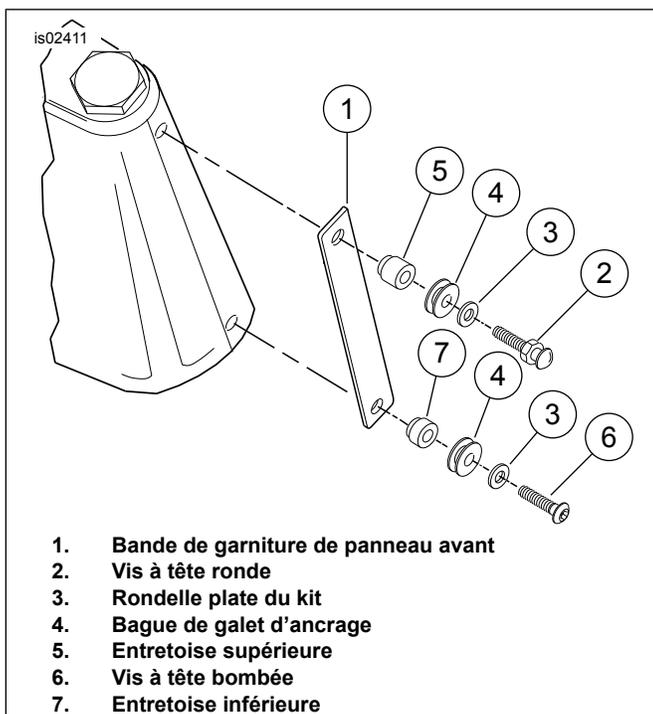

Figure 2. Installation de la bande de garniture de panneau avant et de l'ancrage de pare-brise (modèles sans feu de croisement)
2. Voir Figure 2. Sélectionner une vis chromée à tête ronde (2) du kit. Placer une rondelle plate (3) sur les filets de vis, puis une bague (4). Placer l'une des entretoises supérieures épaisses (5) sur les filets avec l'extrémité coupée éloignée de la tête de vis.
3. Introduire l'extrémité filetée de la vis dans le trou supérieur de la bande de garniture de panneau avant (1), puis dans le trou supérieur des panneaux avant et arrière. Serrer les vis à la main.